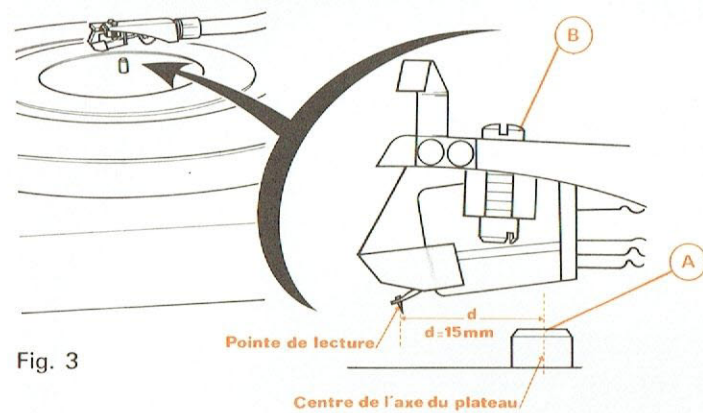

Fig. 3
A. POSITIONNEMENT DE LA CELLULE (Fig. 3)
- 1° - Placer la cellule dans le porte cellule et serrer modérément les vis de fixation (B).
- 3° - Saisir la tête de lecture par son doigt de préhension et amener le bras au-dessus de l'axe (A) du plateau.
- 4° - Faire glisser la cellule pour obtenir une distance de 15 mm entre le centre de l'axe (A) et la pointe de lecture.
- 6° - Serrer les vis de fixation (B) de la cellule.